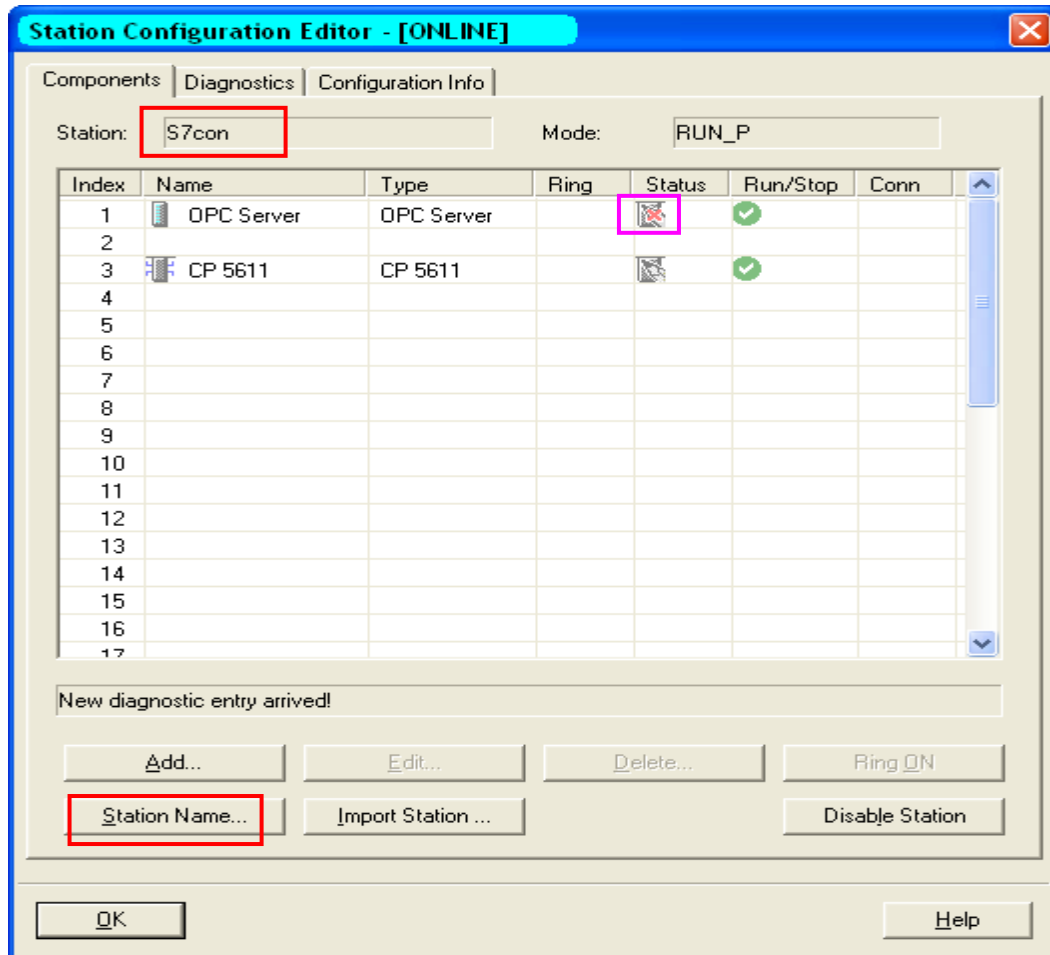
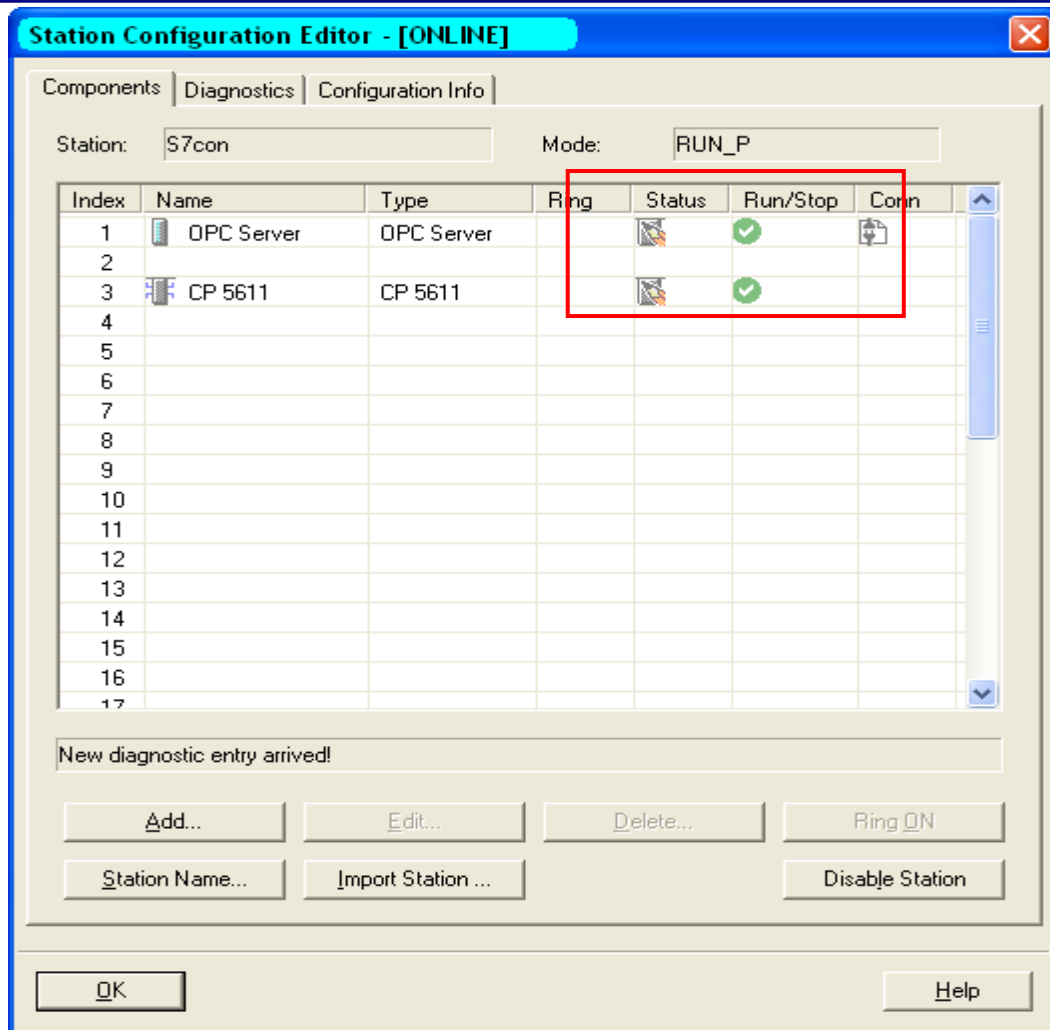

图 1
图 13
1. 打开 Station Configuration Editor，分别在第一插槽插入 OPC Server，第三槽插入 CP5611 卡，如图 1
3. 更改 Station Name，本例中取名为 S7con，如图 1。
9. 下载完毕后，查看 Station Configuration Editor 的正确状态，如图 13，可以看到图 1 中紫色标识中的红色“X”已去除